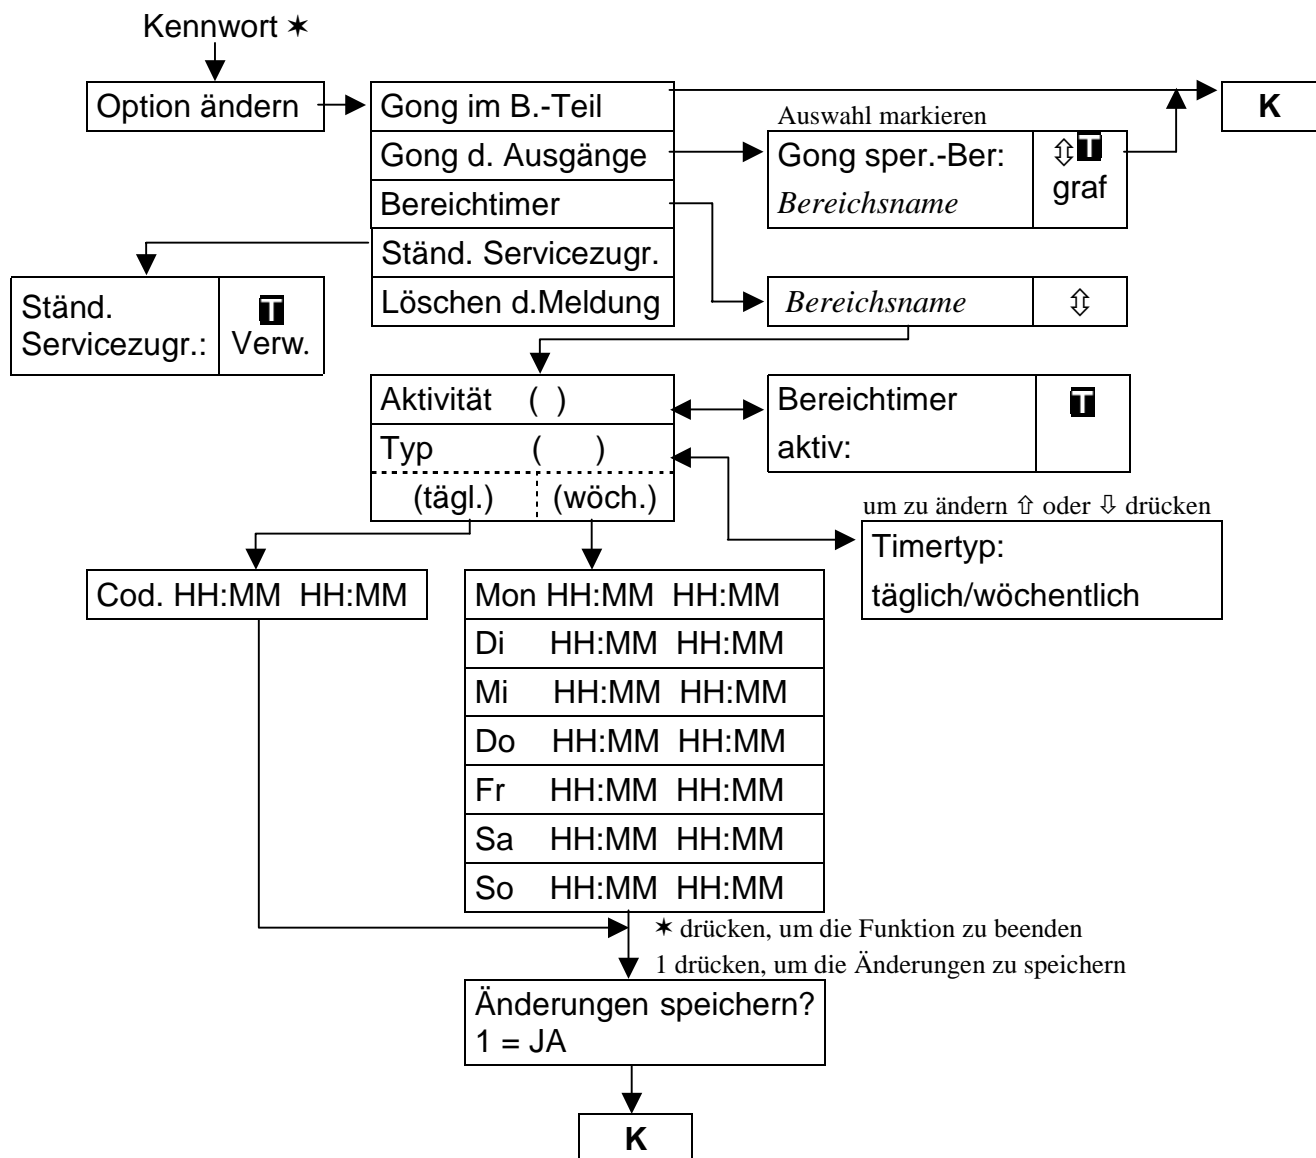

Abbildung 24
1. Parameter „**Aktivität** (T)“ (Abb. 24) markieren.